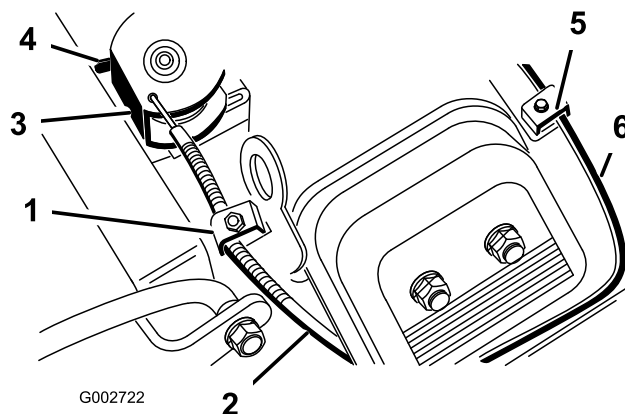

Figura 37
2. Allentate la vite del serrafilo per cavi che fissa il cavo al motore (Figura 37).
4. Tirate con forza il cavo dell'acceleratore finché il retro della parte girevole non tocca il fermo (Figura 37).
2. Allentate la vite del serrafile per cavi che fissa il cavo al motore (Figura 37).
4. Tirate con forza il cavo dello starter (Figura 37) finché la farfalla dello starter non è completamente chiusa, quindi serrate la vite del serrafile.